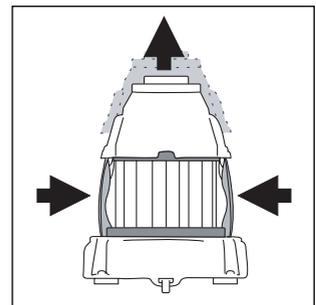

Fig. 17
- Presione ligeramente las dos lengüetas y levante la parte superior (fig. 17).